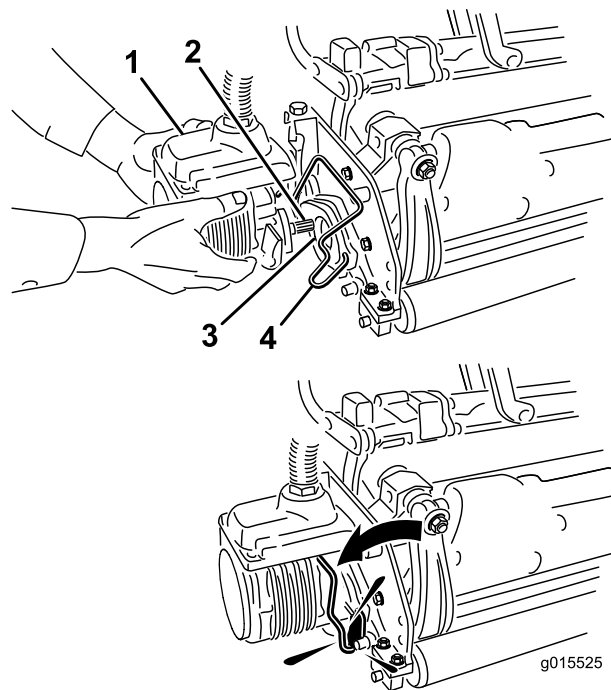

Figura 15
11. Revista o veio estriado do motor da unidade de corte com massa lubrificante limpa (Figura 15).
12. Insira o motor no lado esquerdo da unidade de corte (visto da posição do operador) e empurre a barra de retenção do motor na unidade de corte na direção do motor até ouvir um “clique” de ambos os lados do motor (Figura 15).